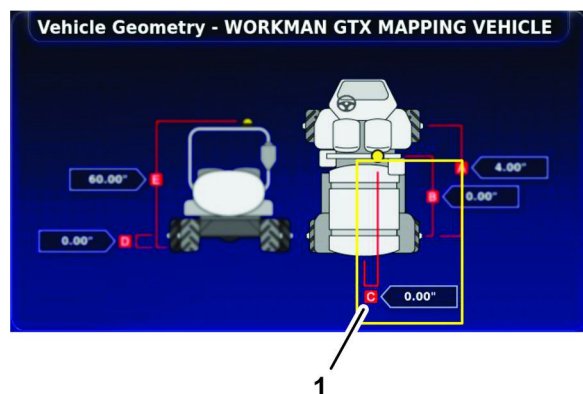

図 182
3. 車両の中心線位置から受信機の中心までの距離を測定 図 182 し、用紙に書き込む。